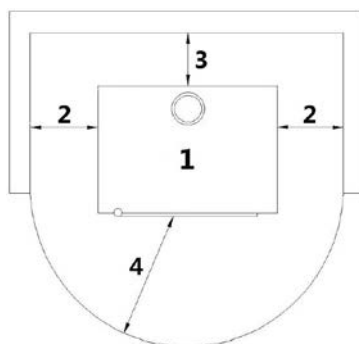

Fig. 24 - Instalación genérica
LEYENDA	Fig. 24
- Es aconsejable instalar la estufa despegada de eventuales muros y/o muebles, con una vuelta del aire mínima de 300 mm a los lados, 200 mm al retro, para permitir un enfriamiento eficaz del aparato y una buena distribución del calor en el ambiente (véase Fig. 24).
- Para las normas de seguridad antiincendios las distancias de objetos inflamables o sensibles al calor (sofá, muebles, revestimientos de madera etc...) deben ser respetadas como indicado en Fig. 24.
- Si las paredes son hechas de material inflamable, hay que verificar las distancias de seguridad (véase **Fig. 24**).